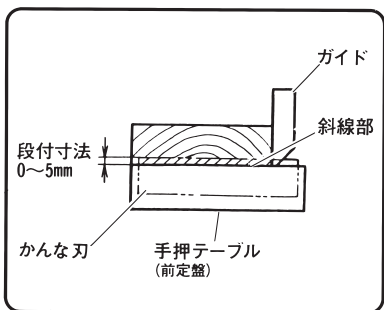

図 16
(2) 図16の斜線部を希望の段付き寸法となるよう切削します。このときの最大切込み量は5mmです。